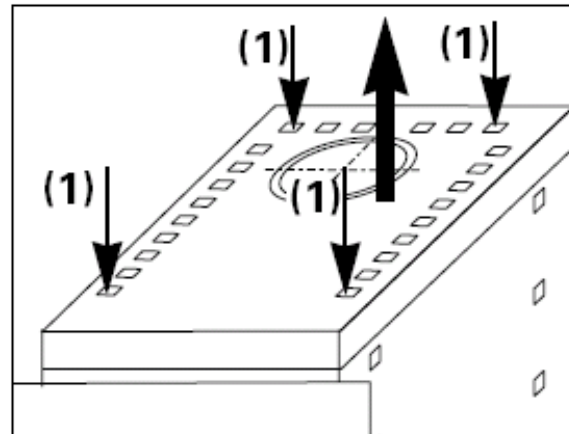

Abb. 12: Demontage Feuerraumdeckel
Hierzu die Befestigungsschrauben im Feuerraumdeckel von oben über die Konvektionsluftöffnungen (1) lösen und den Feuerraumdeckel abnehmen (siehe Abb. 12).